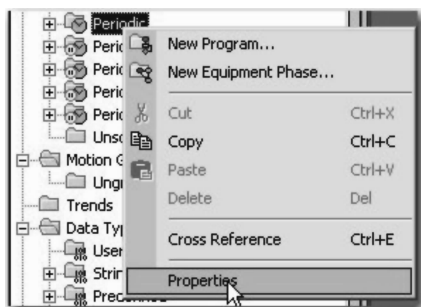

图 11-3 打开的任务菜单
2. 在控制器项目管理器中，右键单击周期性任务 Periodic 并选择“属性”（Properties），如图 11-3 所示。